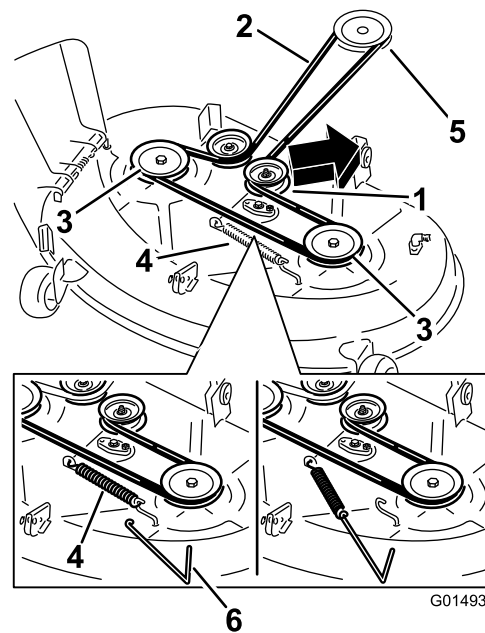
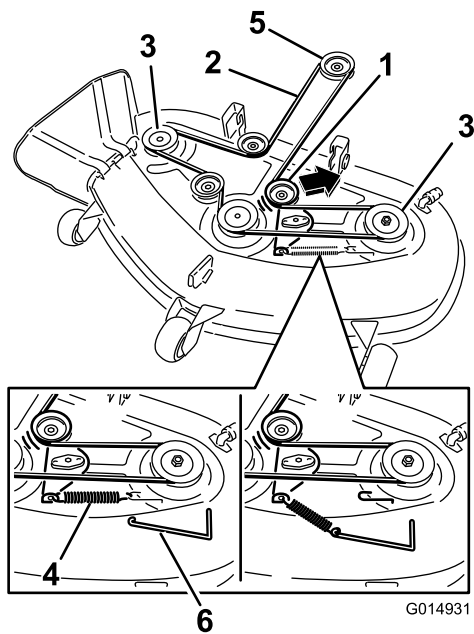

Figura 74
Figura 75
6. Usando una herramienta para la retirada de muelles (Pieza Toro 92-5771), retire el muelle tensor del gancho de la carcasa para eliminar la tensión de la polea tensora, y retire la correa de las poleas (Figura 74 y Figura 75).
7. Pase la correa nueva alrededor de las poleas del motor y del cortacésped (Figura 75).
8. Usando una herramienta para la retirada de muelles, instale el muelle tensor sobre el gancho de la carcasa y tense la polea tensora y la correa del cortacésped (Figura 74 y Figura 75).